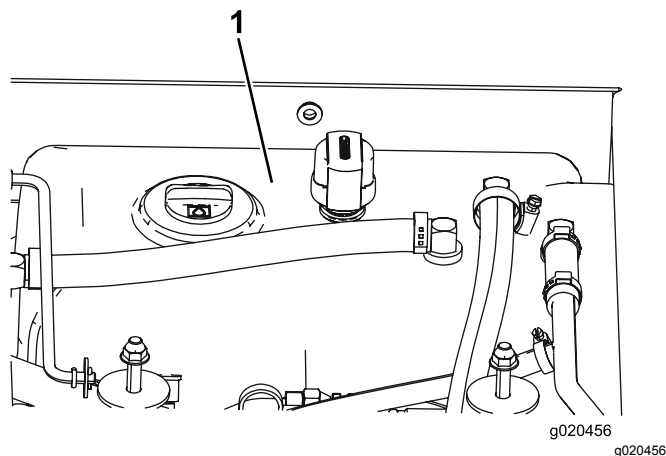

Figura 80
4. Encha o reservatório (Figura 80) com fluido hidráulico; consulte Verificação do fluido hidráulico (página 65).